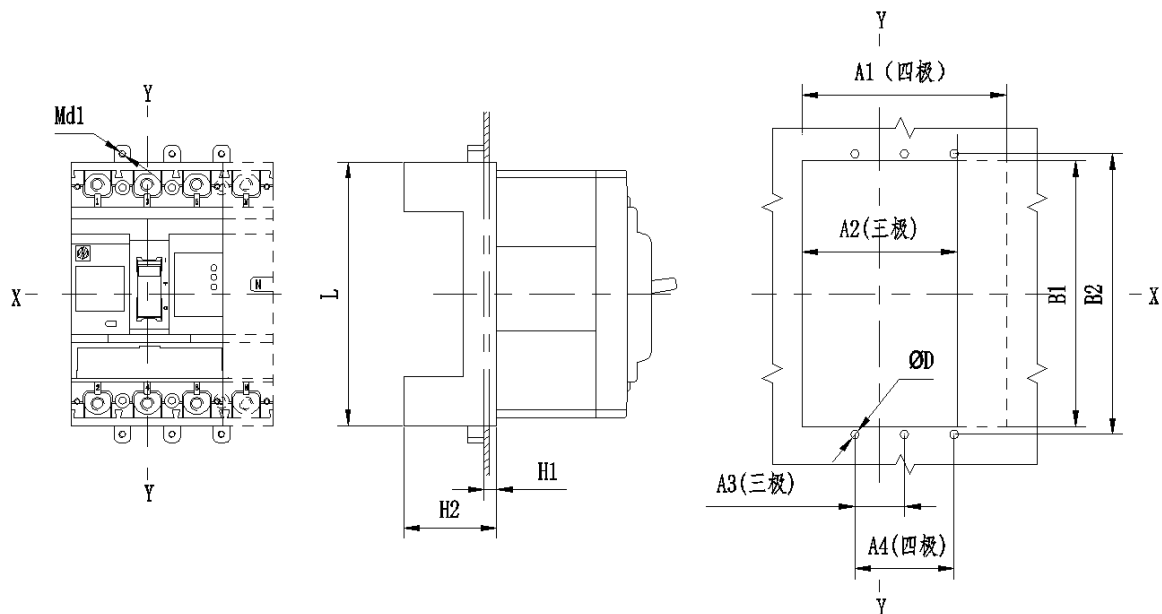

图 7
3.6 插入式板前接线（大开孔式）外形及安装、开孔尺寸见图 7、表 11